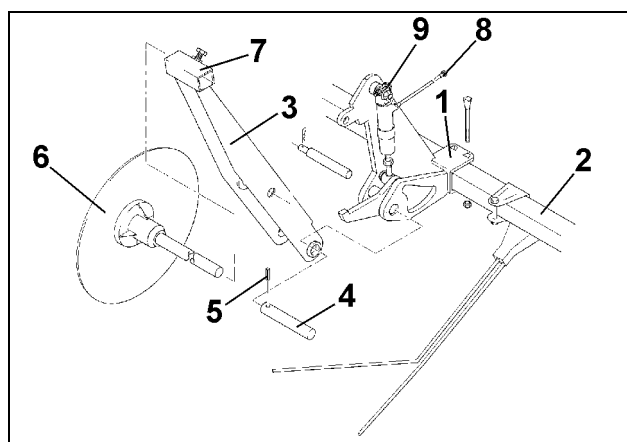

Fig. 114
- Fixez deux supports de montage (Fig. 114/1) sur le recouvreur FlexiDoigts
- Brochez le support de disque traceur (Fig. 114/3) avec un axe (Fig. 114/4) et une goupille de serrage (Fig. 114/5) et bloquez
- Insérez les disques traceurs (Fig. 114/6) dans les supports de disques traceurs (Fig. 114/3) et bloquez avec des vis six pans (Fig. 114/7)
- Raccordez les flexibles hydrauliques (Fig. 114/8) aux deux vérins hydrauliques (Fig. 114/9) et raccordez-les ensemble au vérin hydraulique des glissières de jalonnage sur la tête de distribution, au niveau du clapet électro.-hydr.